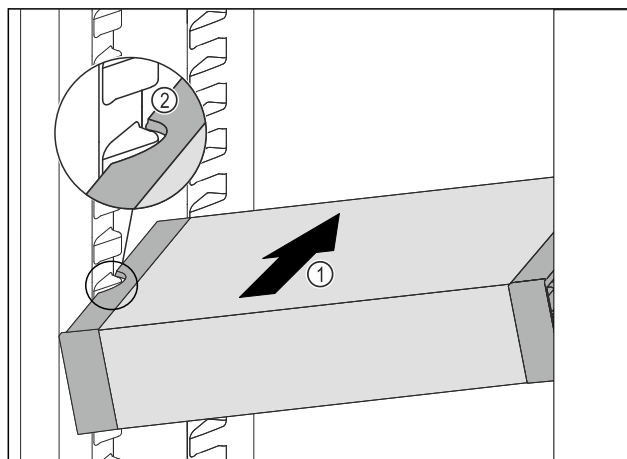

Fig. 46
- Sätt i VarioSafe snett i kyldelen Fig. 46 (1) tills sidofördjupningarna Fig. 46 (2) på VarioSafe är i samma nivå som behållarlisterna i kyldelen.